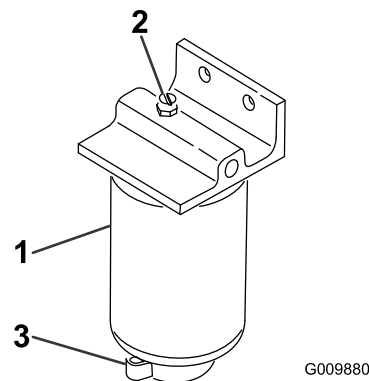

Figura 55
2. Allentate la valvola di spurgo situata nella parte inferiore della scatola del filtro (Figura 55).
1. Pulite la superficie circostante la scatola del filtro (**Figura 55**).